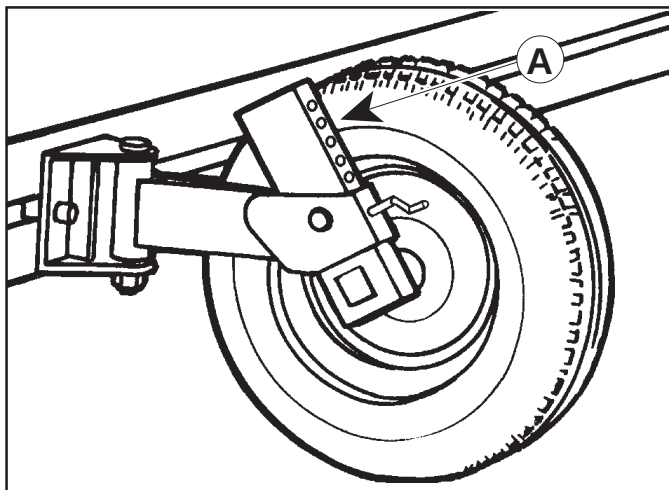

Fig. 13
- Regolare l'altezza di lavoro operando sulle ruote che possono essere regolate in altezza agendo sulla posizione dei fori dell'asta di regolazione (A Fig. 13).
- *Regulate the working height at the wheels. They can be adjusted for height by changing the position of the holes in the regulation bar (A Fig. 13).*
- Die Räder auf die gewünschte Schnitthöhe einstellen. Dazu sind die Regulierblöcke auf die gewünschte Öffnung einzustellen (A Abb. 13).
- *Régler la hauteur de travail à l'aide des roues (pouvant être réglées en hauteur) en agissant sur la position des trous de la tige de réglage (A Fig. 13).*
- Ajuste la altura de trabajo, regulando la altura de las ruedas mediante la posición de los agujeros de la varilla de regulación (A Fig. 13).